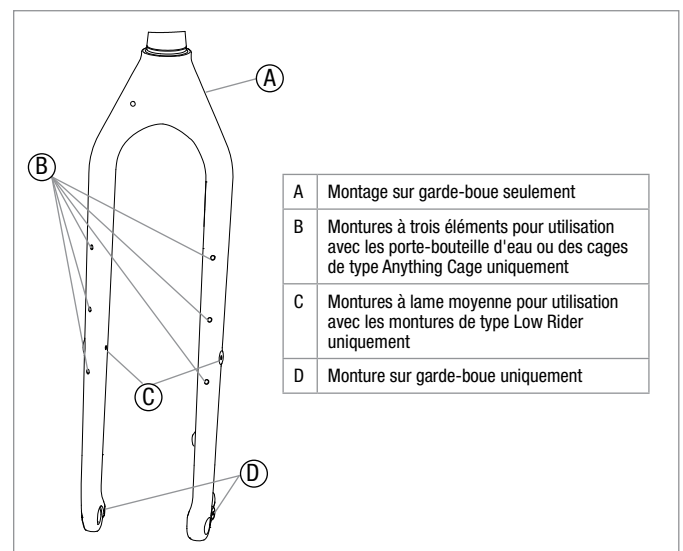

Figure 13
Assurez-vous que votre fourche est compatible avec le porte-bagage. Voir Figure 13 pour les emplacements de montage de porte-bagage homologués sur la fourche. Suivez les instructions d'installation du fabricant de porte-bagage. Assurez-vous d'utiliser tout le matériel fourni avec le porte-bagage pour l'installation.
**▲ AVERTISSEMENT :** Ne pas monter de porte-bagages sur des montures de fourches autres que celles illustrées à la Figure 13. L'installation incorrecte d'un porte-bagage peut entraîner un accident et causer des blessures graves.